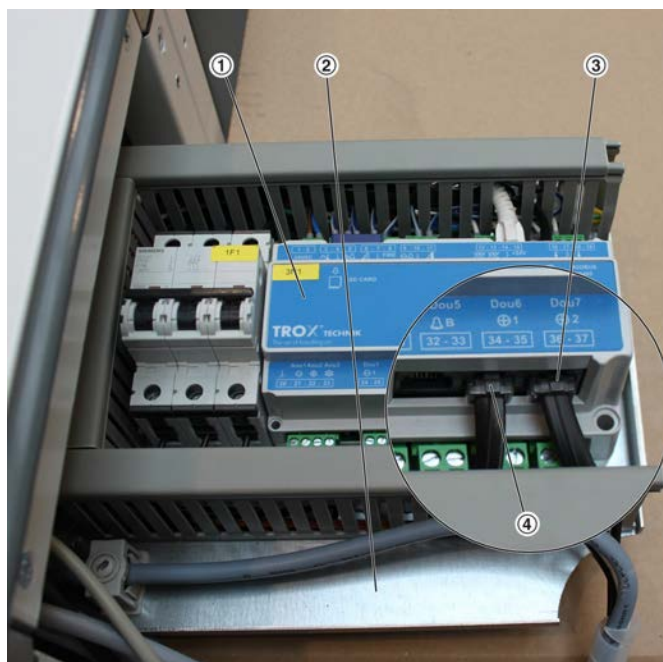

Рис. 6: Центральный контроллер X-CUBE
6. ▶ Для подключения кабеля шины к центральному контроллеру (Рис. 6/1) вытяните поддон с электрическими компонентами (Рис. 6/2).
Протяните соединительный кабель шины через отверстие для кабельного ввода (Рис. 2/2) в панели и вставьте его в порт С (разъем RJ12, Рис. 6/3) центрального контроллера.
Если порт С уже используется, вставьте соединительный кабель в порт В (разъем RJ12, Рис. 6/4).